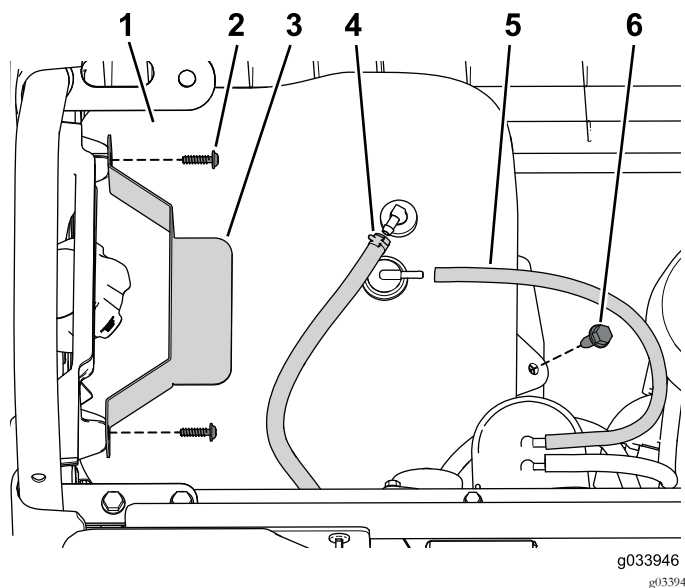

Figure 49
- Placez le réservoir de carburant sur son support (Figure 49).